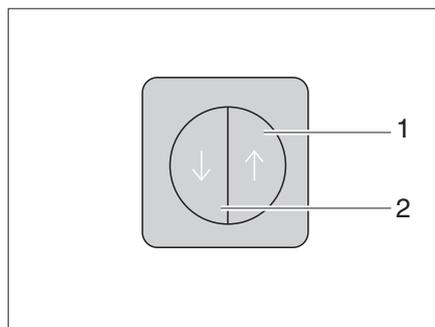

Bild 16 Schalter für Zentralverriegelung der Küchenbedienzeile
Die Küchenbedienzeile ist mit einer Zentralverriegelung ausgestattet. Die Klappen und Schubfächer des Küchenblocks lassen sich über den Schalter (Bild 16) manuell verriegeln und entriegeln.
- Schalter (Bild 16,2) drücken. Klappen und Schubfächer des Küchenblocks sind verriegelt.
- Schalter (Bild 16,1) drücken. Klappen und Schubfächer des Küchenblocks sind entriegelt.